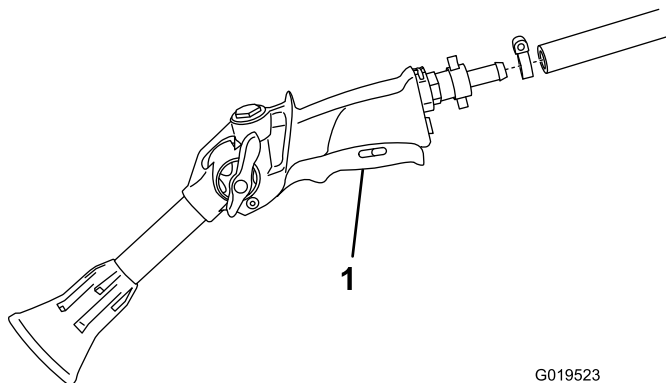

Figura 12
3. Collegare l'estremità libera del flessibile lungo al raccordo sulla pistola (Figura 12).